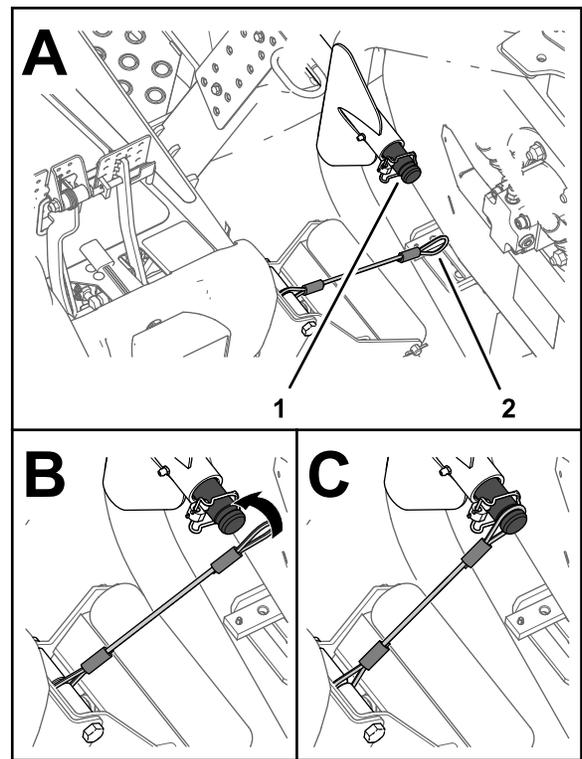

Figure 40
6. Enfilez la boucle du cordon sur l'arbre porteur et engagez-le complètement dans la gorge de l'arbre (Figure 40).
5. Placez le cordon devant l'arbre porteur du bras de levage de l'unité de coupe extérieure avant (Figure 40).